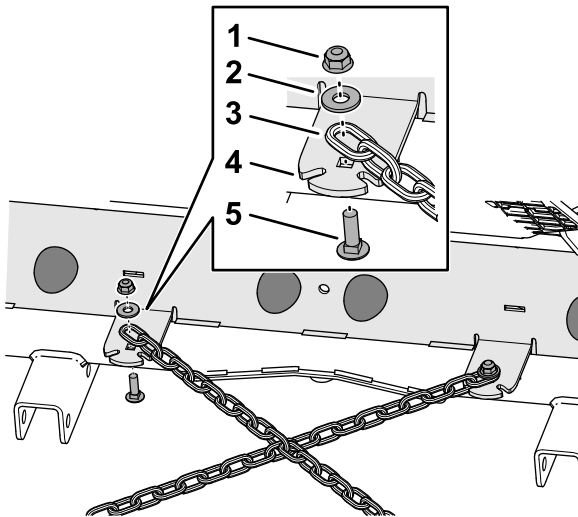

Figure 5
- Placez le dernier maillon d'une courte chaîne d'attelage en face du trou dans la patte prévue pour la chaîne de la plaque du cadre arrière (Figure 5).
- Fixez la chaîne sur la patte à l'aide d'un boulon de carrosserie (5/16 x 1 po), d'une rondelle (3/8 x 7/8 po) et d'un contre-écrou à embase (5/16 po), comme montré à la Figure 5.